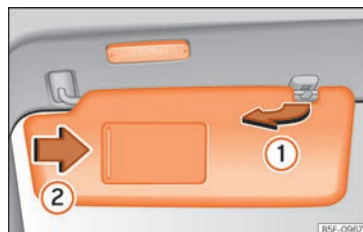

Fig. 155 Parasol.
- El parasol puede extraerse de la fijación y girarse hacia la puerta »» **fig. 155 ①**.